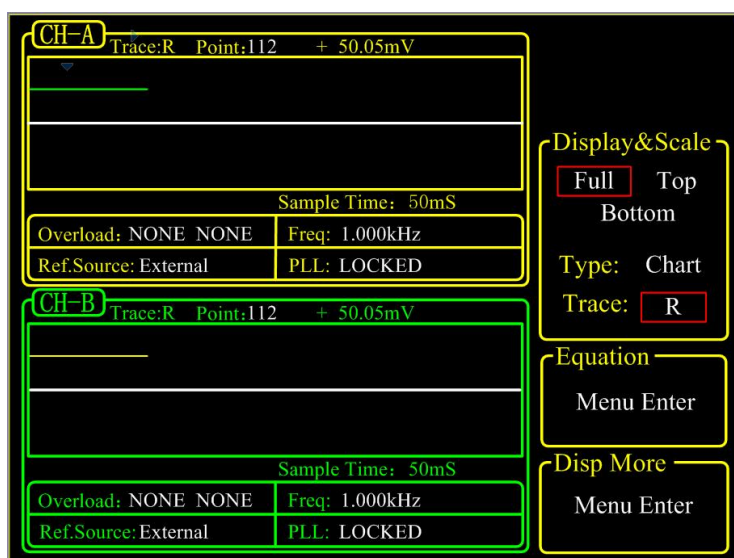

图 24. <Full>-<Chart>显示
2)<Chart>: XY 坐标图, 显示测量值得曲线图形, 可通过旋钮控制<Cursor>来查看采样点的数值大小, 经常与[SAMPLE]子菜单和 CONTROL 控制区域配合做测量数据的采集。如图 24 所示。